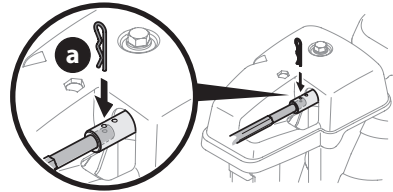

Figura 25
7. Empuje la varilla de control del canal hacia el tablero de control hasta que el orificio de la varilla quede alineado con el del collarín de entrada del control del canal que esté más cerca del cabezal de control del canal, e inserte el broche de horquilla (a) que extrajo en el Paso 1 (Figura 25).